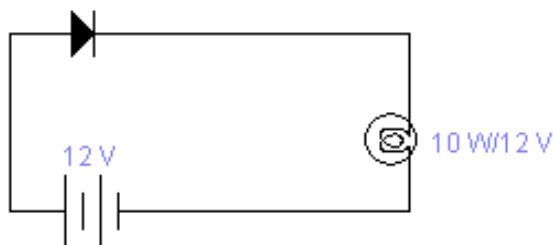

Рисунок 4.32 – Схема 2 з діодом та лампочкою
1. Перевірити властивість односторонньої провідності діоду. Для цього скласти схему, яка вміщує діод, лампу накаливання та батарею (рис. 4.32).